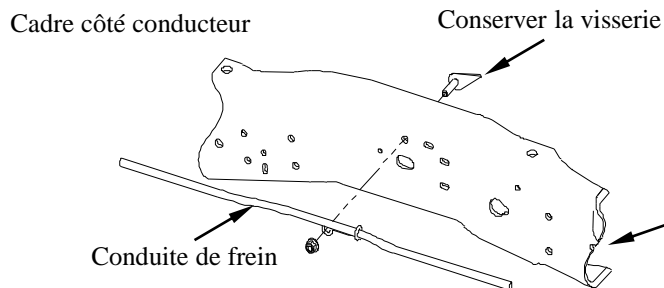
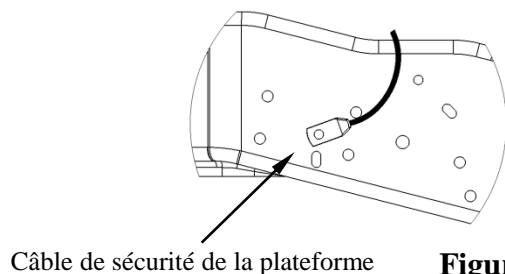

Figure 4a
Figure 4c
3. **Sur les modèles 1999 à 2004 seulement.** Enlever temporairement les supports de câble de frein d'urgence du cadre de la camionnette et conserver la ferronnerie. Voir la Figure 4a. Enlever aussi le câble de sécurité de la plateforme et le reposer dans un trou libre à proximité une fois le support de cadre posé. Voir la Figure 4c.